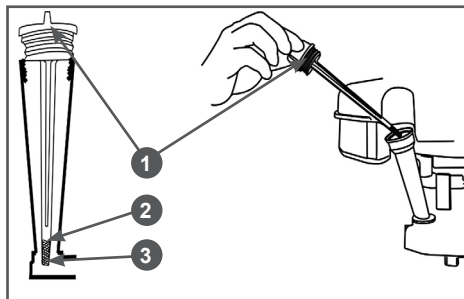

Рис. 21 Крышка-щуп маслосаливной горловины
5. Осторожно открутите крышку-щуп 1 (Рис. 21) маслосаливной горловины, протрите его насухо и отложите в сторону.